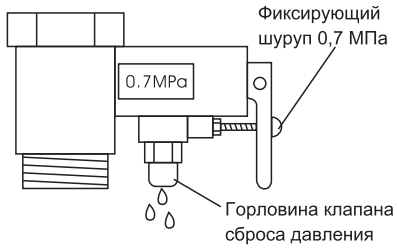
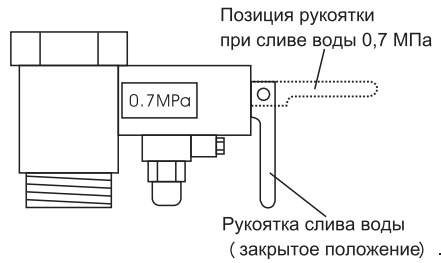
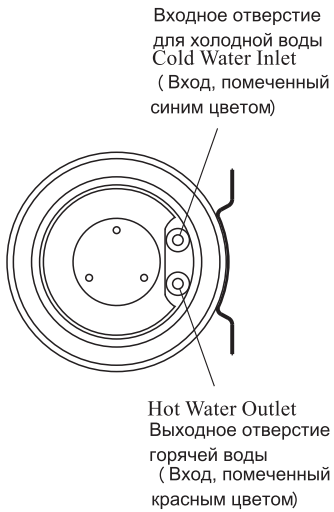

Рис. 1
Рис. 2
Рис. 3
5. ПОДКЛЮЧЕНИЕ БОЙЛЕРА К ВОДОПРОВОДНОЙ СЕТИ (рис.1)
Выключатель монтируется за пределами душевого помещения ванной комнаты. Выключатель должен одновременно разъединять полюсы L и N на рис. 2 и рис. 3, и иметь контактный промежуток не менее 3 мм, в соответствии с EN 60335-2-21 и EN 60335-1.
- Для правильной установки См . Рис. 3, Рис. 4, Рис. 5, Рис. 6.
Если Вам необходимо освободить бак от воды, закройте заслонку клапана для входа воды и откройте клапан для выхода воды. Затем снимите фиксирующие шурупы на клапане безопасности с помощью инструментов. Поднимите вверх пластиковую рукоятку. Дайте воде свободно вытечь из бака. См. Рис. 1 и Рис. 2.